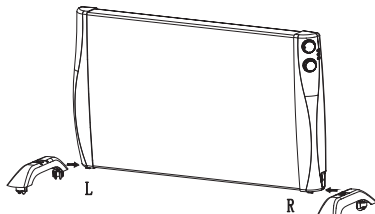

Figura 2
2. Fixați cele două picioare în partea de jos a radiatorului, verificați de două ori marcapul R și L (dreaptă și stângă) (Figura 2).